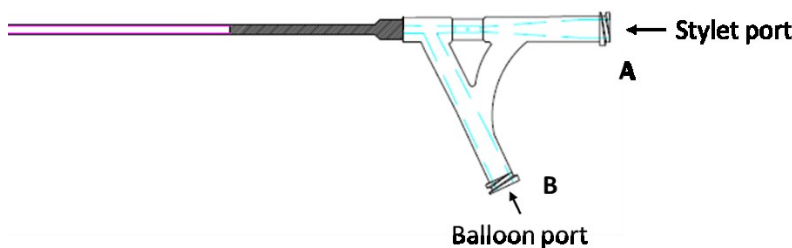

Figura 1. Posizionamento dei luer lock per stiletto e sistema di gonfiaggio del palloncino
- Connettore Luer lock da collegare al collettore Y (Figura 1 - Porta palloncino).
4. Collegare al luer lock del palloncino (stampata con la lettera "B", vedere la Figura 1) il tubo di collegamento del dispositivo di gonfiaggio.
10. Rimuovere lo stiletto (stampato con la lettera "A", vedere la Figura 1).